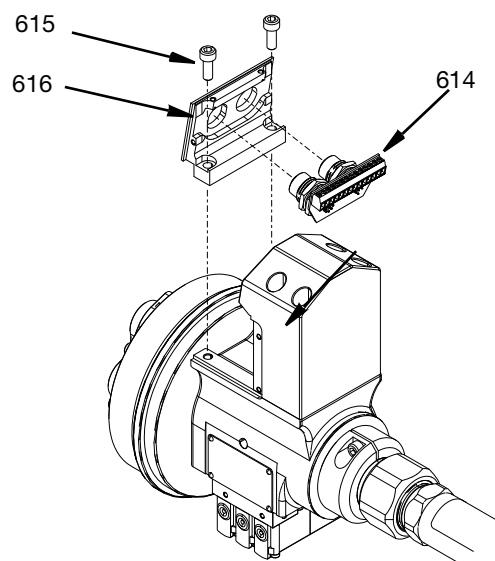

FIG. 38
7. Collegare le connessioni del cavo della valvola a solenoide (617) e, se in dotazione, i fili del sensore dal sensore RTD (609) e/o dal trasduttore di pressione (610) al connettore del cavo doppio (614). Vedere **5 pin - Nessun sensore per 25T991 e 25T994** a pagina 47 e **Collegamenti a 5 pin e 8 pin per i sensori di temperatura e pressione. Modello N. 25T992, 25T993, 25T995 e 25T9966** pagina 48.
8. Installare il connettore del cavo doppio (614) nella staffa del connettore doppio (616) e serrare i dadi. Applicare l'antigrippaggio e fissare la staffa del connettore al gruppo alloggiamento girevole (511) con due viti SHCS M5 (615) e serrare a 6,5 N•m (57,5 in-lb). Vedere FIG. 38.